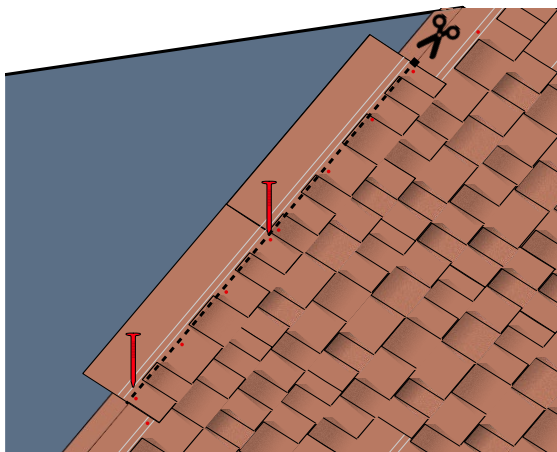

Fig. 12 - Posa delle tegole al colmo
- In alternativa, o se la parte della Master sporgente oltre alla linea di colmo dovesse essere la parte doppio strato della tegola, tagliare la parte eccedente della tegola lungo la linea di colmo - Fig. 12.